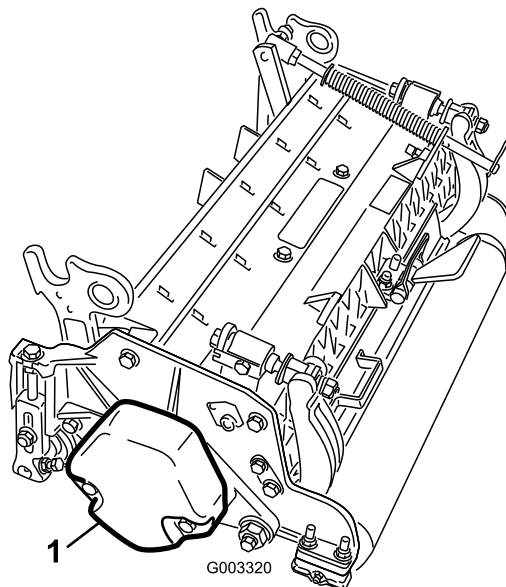

図 3
4. カウンタウェイト (図3) を、決められている側に取り付けるカッティングユニットのオペレーターズマニュアルを参照。